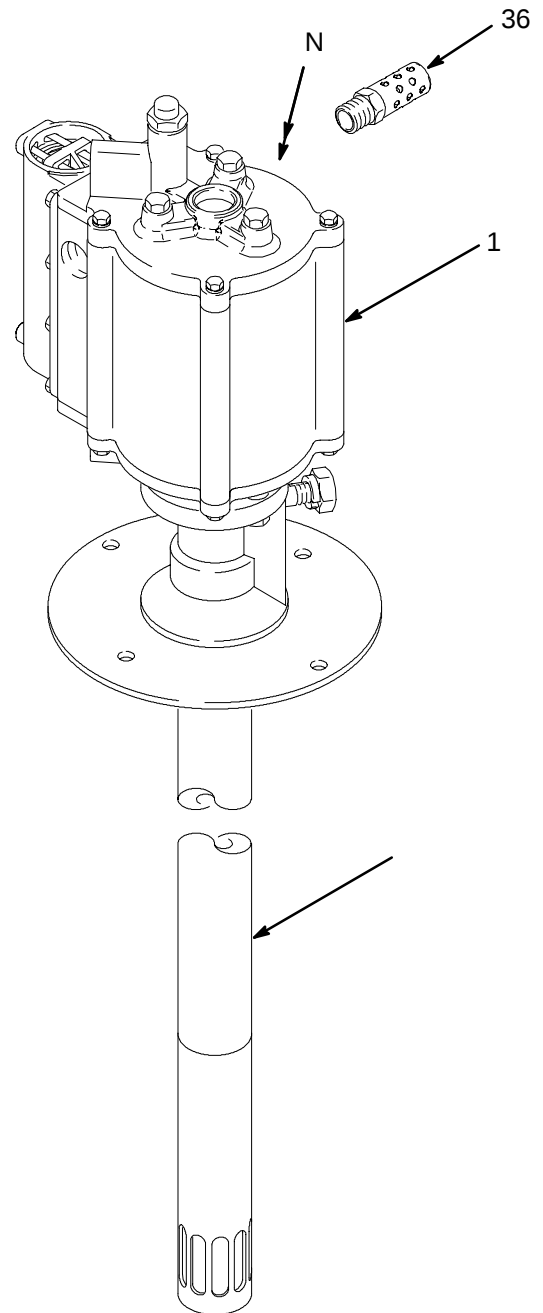

Fig. 1
Este equipo consiste en dos componentes principales: el motor neumático (1) y la base de bomba. Vea la Fig. 1. La bomba presenta un diseño en línea, lo que significa que la base de bomba se enrosca directamente en el motor, sin utilizar bielas ni acoplamientos. La base de bomba puede colocarse directamente en el fluido que esté siendo bombeado.
Antes de accionar la bomba, asegúrese de que el silenciador (36) esté correctamente instalado en la lumbrera de escape (N). Vea la Fig. 1.